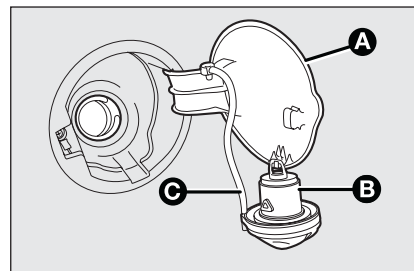

fig. 97
BOUCHON RÉSERVOIR COMBUSTIBLE fig. 97
1) Ouvrir la trappe **A-fig. 97** en la tirant vers l'extérieur; sans bouger le bouchon **B**, introduire la clé de contact dans la serrure et la tourner dans le sens inverse des aiguilles d'une montre.